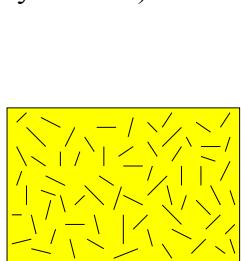
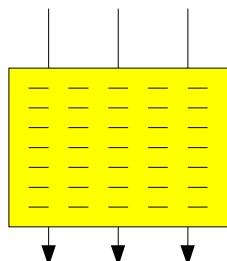

Рис. 290
Рис. 291
4) Жидкокристаллические индикаторы. Жидкими кристаллами называют материал в виде длинных цепочек с очень высокой подвижностью. За счёт этого в обычном состоянии эти молекулы располагаются хаотично и жидкий кристалл не прозрачен (смотрите рисунок 290). Если поместить жидкий кристалл в электрическое поле, то молекулы ориентируются относительно линии напряжённости поля и жидкий кристалл становится прозрачным (смотрите рисунок 291).